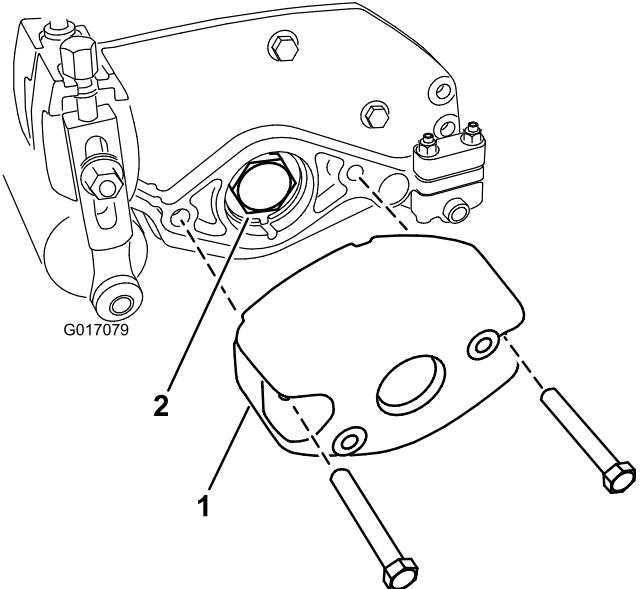

**Рисунок 1**
2. Отпустите винты, которые крепят каждый конец переднего валика к рычагам высоты скашивания (Рисунок 1).
3. Удалите лемешные болты, шайбы и контргайки, которые крепят рычаги высоты скашивания к каждому концу режущего блока (Рисунок 1). Снимите рычаги высоты скашивания и узел валика.
- Снимите винты регулировки высоты скашивания с рычагов высоты скашивания (Рисунок 1).